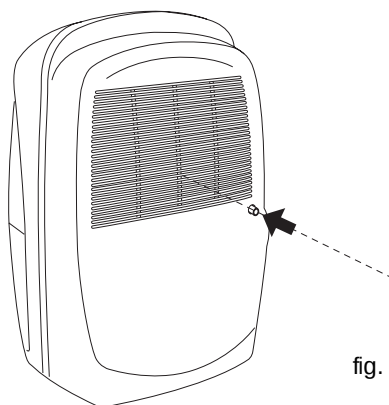

fig. 2
- 1) Forare l'interno del beccuccio di scarico utilizzando un trapano con punta sottile. (Fig. 2).